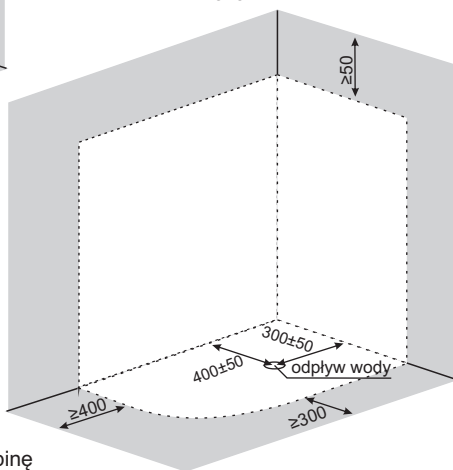

Rys. 1
1. Miejsce montażu kabiny jest przygotowane zgodnie z rysunkiem (rys. 1).